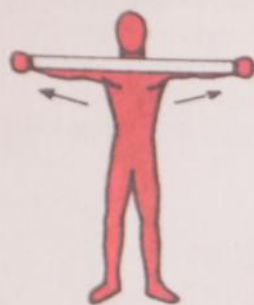

Рис. 9
**Перша вправа** (рис. 9). Розставте ноги на ширину плечей, простягніть руки з еспандером уперед долонями всередину. Розведіть прямі руки в сторони й одночасно зробіть вдих. Потім поверніть руки у вихідне положення і видихніть. Повторювати цю вправу (і всі наступні) 6—8 разів. Намагайтеся не відхилятися назад.